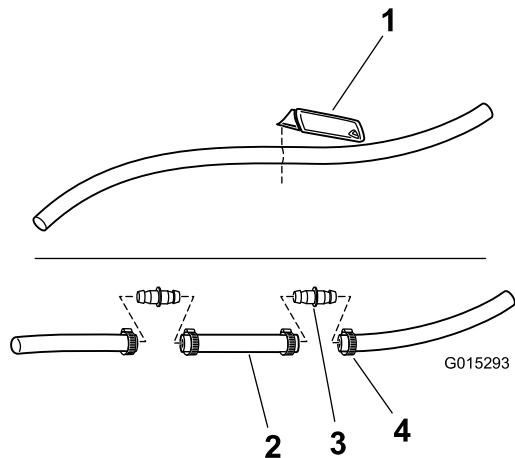

Figura 10
5. Solo irrigatrice Multi-Pro 1200: Scollegate il flessibile di alimentazione della barra dal raccordo a T della valvola di regolazione della pressione, tagliate il flessibile di alimentazione della barra a 60 cm dall'estremità del raccordo e installate la giuntura utilizzando 2 adattatori diritti e 4 fascette stringitubo (Figura 10).